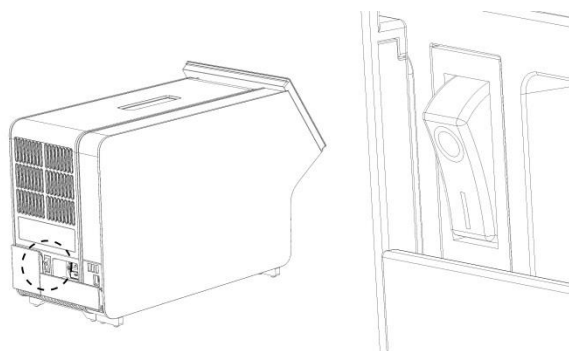

Figura 8. Individuazione e posizionamento su "I" dell'interruttore di alimentazione.
9. Accendere lo strumento premendo l'interruttore di alimentazione sul retro del modulo analitico e portandolo nella posizione "I" (Figura 8). Verificare che gli indicatori di stato dei moduli analitico e operativo siano di colore blu.